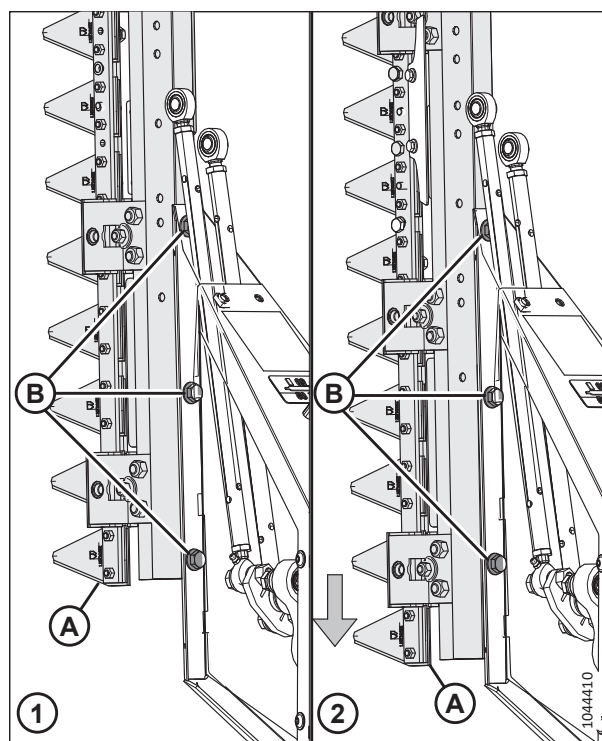

Рисунок 4.379: Регулювання положення ножа
16. Переміщайте вузол ножа (А) до тих пір, поки правильні конфігураційні отвори не вирівняються з отворами на рамі. Див. рисунок 4.379, стор. 507.